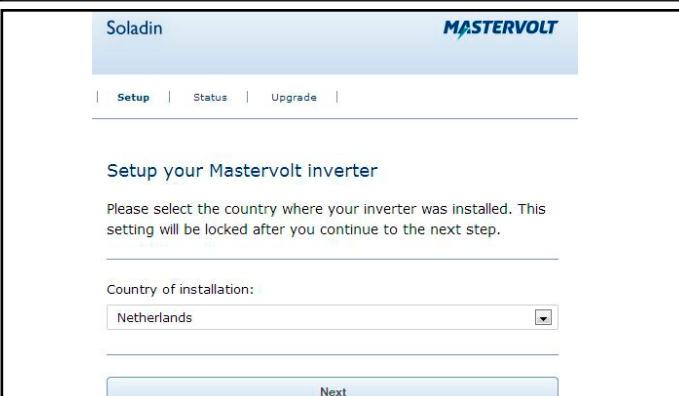

Abbildung 6-2: Interne Seite für die Ländereinstellung des Soladin
**3** Wenn der Anschluss erfolgt ist, öffnen Sie Ihren Webbrowser und tippen Sie in die Adress-Zeile **http://10.0.0.1** ein. Die Internetseite des Soladin erscheint, siehe Abbildung 6-2.
**4** Wählen Sie mit Hilfe Ihres Wi-Fi-Displays, das an den Soladin angeschlossen ist, das Installationsland aus, siehe Abbildung 6-2. Nach der ersten Inbetriebnahme ist diese Funktion gesperrt.